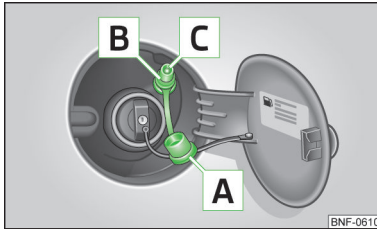

Fig. 93
- Scoateți capacul **A** » fig. 93 de pe ștuțul de alimentare cu gaz **B**.
- Verificați dacă inelul de etanșare **C** » fig. 93 a rămas blocat n ștuțul de alimentare cu gaz.